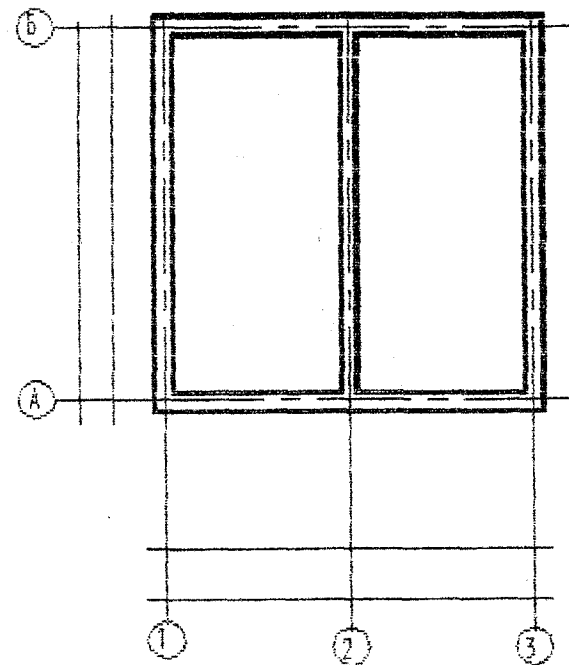

Рис.2
2. Начертить стены наружные и капитальные внутренние с привязками (рис.2).
- Вариант 2. Толщина капитальных стен из кирпича 510 мм. Привязка по осям А и В двухсторонняя 310-200 мм, по осям 1 и 3 односторонняя. Капитальные стены по осям Б и 2 толщиной 380 мм с центральной привязкой. Оконные проемы с четвертями (рис. 2).